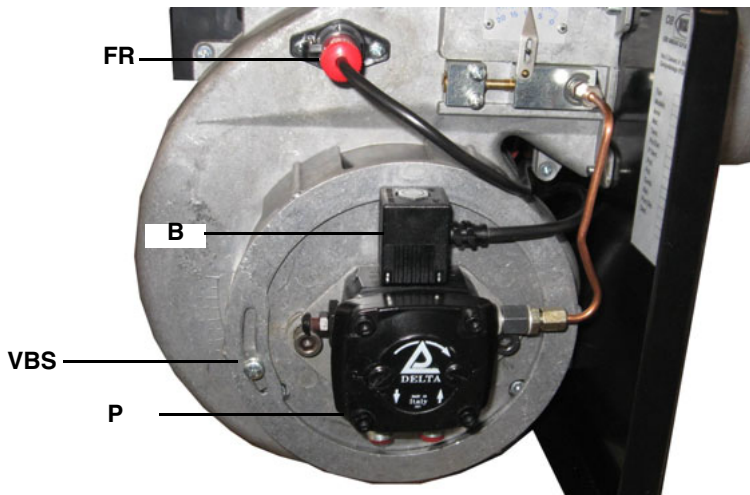

Рис. 9
- 2 вынуть соединительный разъем катушки **B** на насосе **P** (Рис. 9), во избежание нежелательного попадания дизельного топлива в камеру сгорания;
- 4 гвинуть фоторезистор **FC** (Рис. 9) и осветить его;
- 5 выпустить воздух через штуцер манометра **M** насоса (**P**), расслабив слегка заглушку, но не снимая ее (Рис. 9).